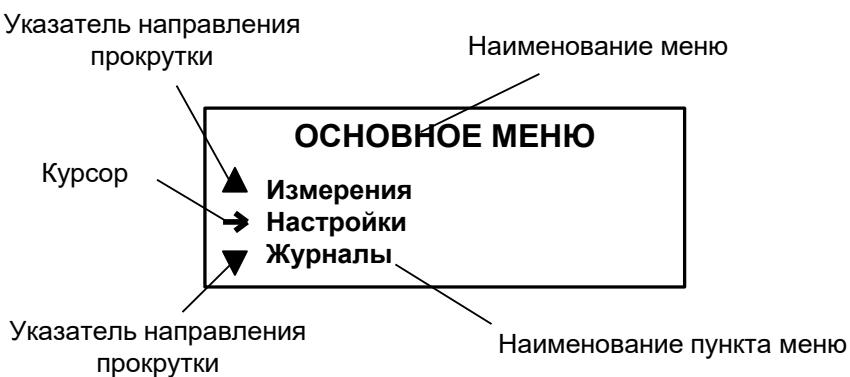

Рис.1. Вид основного меню.
- 1.1.1. Для управления расходомером с клавиатуры ВП используется многоуровневая система меню (Приложение А), состоящая из основного меню, подменю и окон, содержащих списки команд и параметров. Основное меню (рис.1) имеет неизменный состав. Состав и структура подменю и окон, а также возможности модификации установочных параметров определяются режимом работы расходомера.
- 1.1.3. Индикация на дисплее состоит из наименования меню (окна), расположенного неподвижно в первой строке дисплея жидкокристаллического индикатора (ЖКИ), и наименований пунктов меню (параметров), которые могут смещаться вверх или вниз (рис.1).
1.1.5. Одновременно на дисплее может индицироваться не более 3-х строк (пунктов меню, параметров из списка). Поэтому в начале первой и последней строк пунктов (параметров) могут располагаться указатели направления прокрутки в виде треугольников (рис.1), вершины которых направлены в стороны возможного перемещения курсора по строкам (пунктам меню, параметрам).